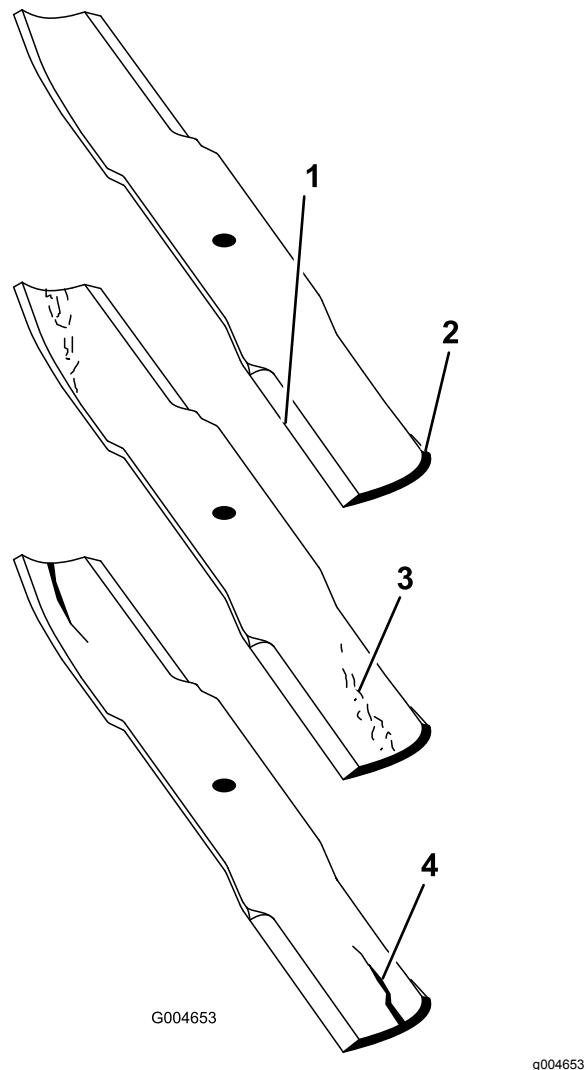

Figura 113
2. Examine cuidadosamente los extremos de corte de la cuchilla, sobre todo en el punto de reunión entre la parte plana y la parte curva de la cuchilla (Figura 113).
**Nota:** Puesto que la arena y cualquier material abrasivo pueden desgastar el metal que conecta las partes curva y plana de la cuchilla, compruebe la cuchilla antes de utilizar el cortacésped. Si se aprecia desgaste (Figura 113), cambie la cuchilla.